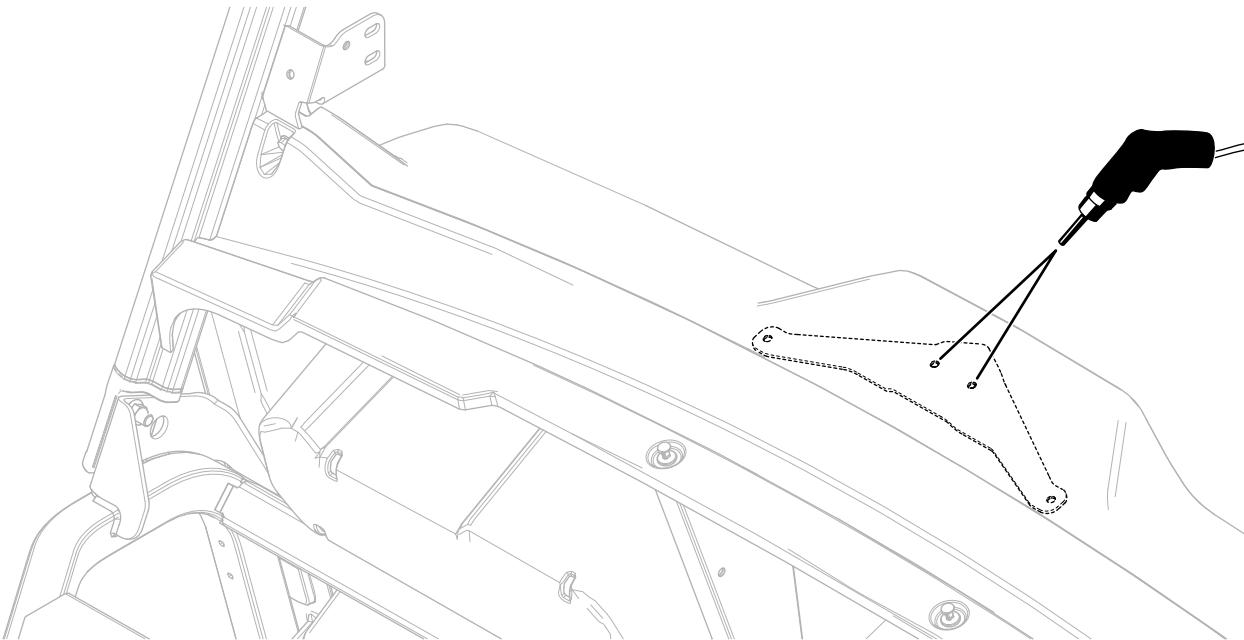

Рисунок 2
2. Используя монтажный кронштейн защелки в качестве шаблона, сделайте разметку и затем просверлите 2 отверстия (5/16 дюйма) в приборной панели (Рисунок 2).